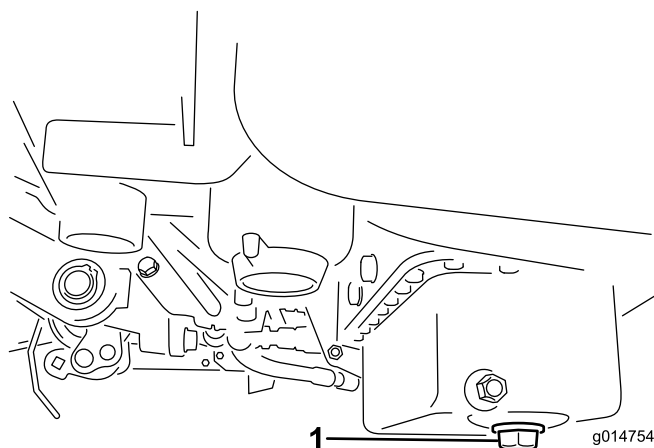

Figura 42
1. Retire o tampão de escoamento e deixe o óleo escorrer para um recipiente adequado. Quando o óleo parar, volte a montar o tampão de escoamento (Figura 42).